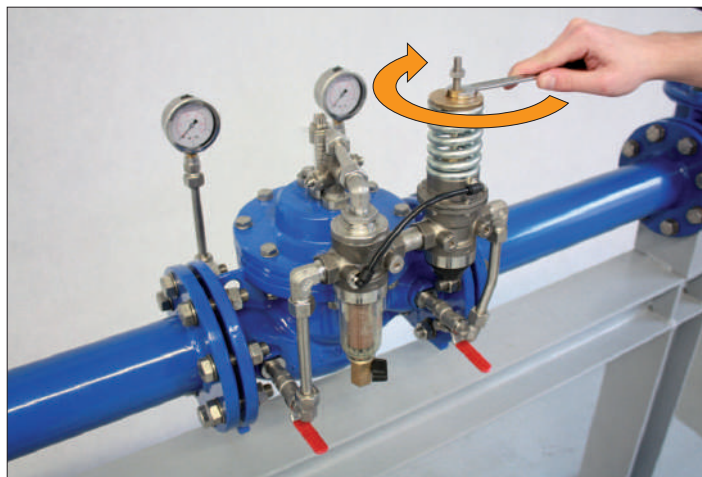

Рис. 22: Настройка давления на входе
10. Можно настраивать давление на входе. Для этого нужно медленно поворачивать регулировочный винт на «пилоте» по часовой стрелке до достижения необходимого уровня давления (рис. 22). Величину давления проверить по манометру на входе РК. Может быть важно убедиться в